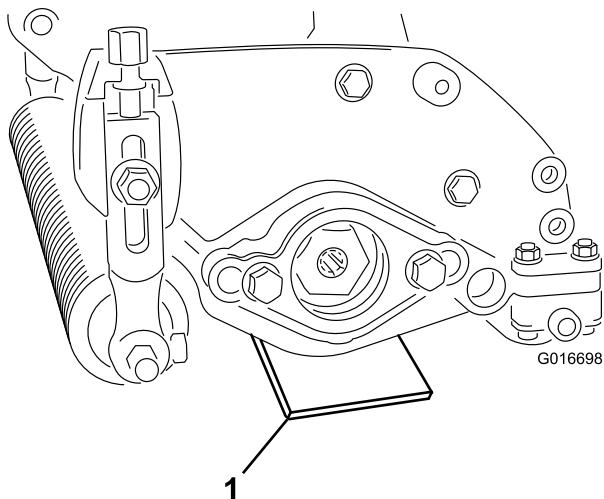

図 8
2. 希望する設定高さ地表面からの高さにゲージバーを設定し、このゲージバーをサッチングユニットの左右の端部に当てる図 8。